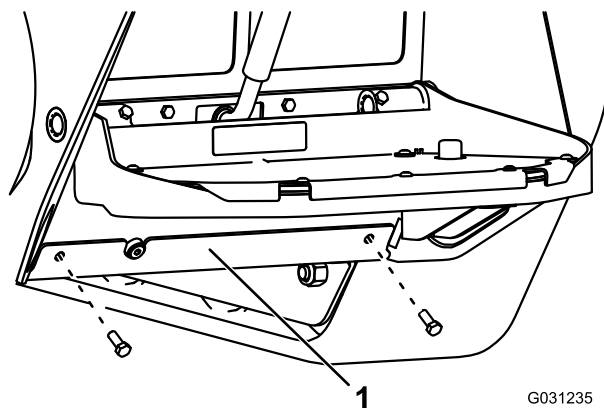

Рисунок 61
3. Выверните два болта крепления нижней пластины и снимите нижнюю пластину (Рисунок 61).
7. Установите нижнюю пластину (Рисунок 61).